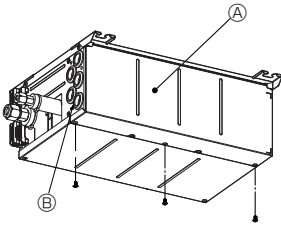

Fig. 8-1
1. Retire os parafusos da tampa. (Fig. 8-1)